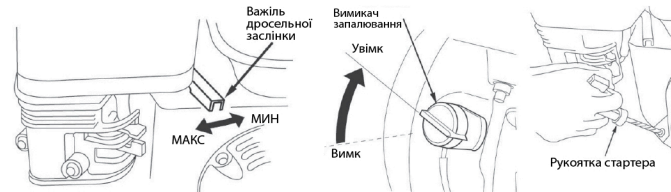

Рис. 11
5. Поверніть важіль повітряної заслінки на 1/3 ходу в бік положення «Макс» (Рис. 11).
6. Поставте вимикач запалювання в положення «Увімк» (Рис. 11).